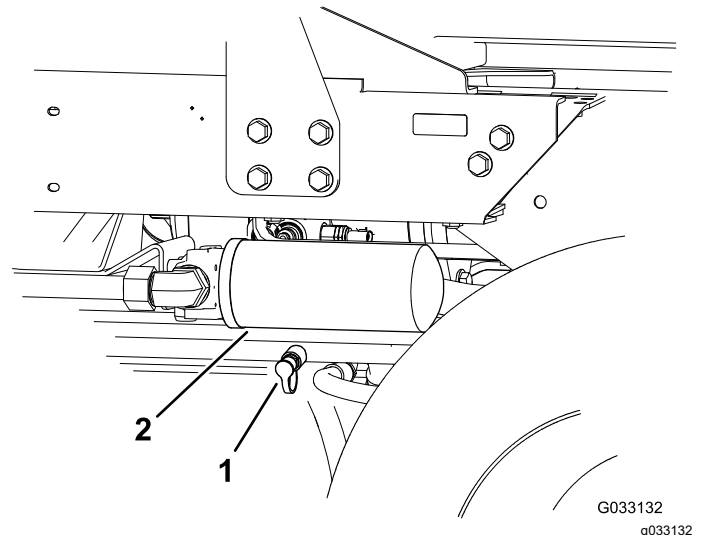

Figura 76
2. Collegate un flessibile idraulico tra il raccordo diagnostico montato sul collettore della trazione posteriore e il foro diagnostico della pressione della trazione in retromarcia (Figura 76).